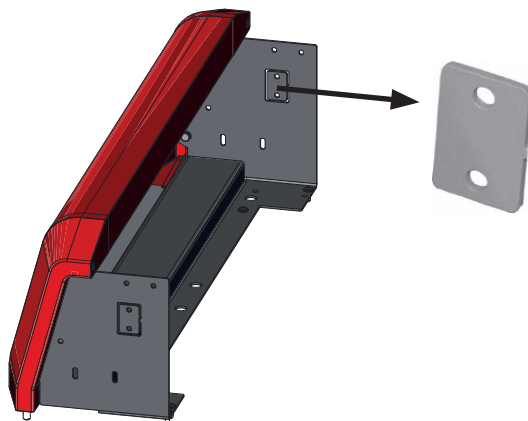

Fig. 66 Rompere la piastrina di fissaggio per la parete laterale
- Staccare la piastrina di fissaggio per la parete laterale destra dal pannello di comando – Fig. 66.